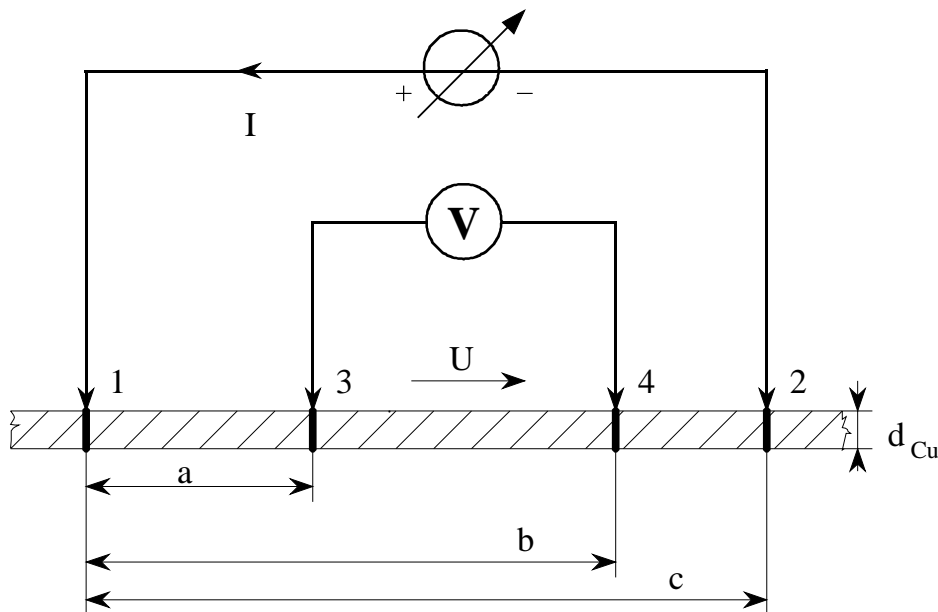

Bild 6
Die in Bild 6 dargestellte Anordnung dient zur Bestimmung der Dicke der Kupferschicht einer Leiterplatte. Ein Strom von  $I > 15 \text{ A}$  wird der Platte über eine Kontaktierung im Punkt 1 zugeführt und über eine weitere Kontaktierung im Punkt 2 wieder entnommen. Ein Voltmeter, das über zwei Prüfspitzen in den Punkten 3 und 4 mit der Leiterplatte verbunden ist, zeigt hierbei eine Spannung im Millivoltbereich an. Der spezifische Widerstand von Kupfer beträgt:  $\rho_{\text{Cu}} = 1,72 \cdot 10^{-8} \Omega\text{m}$ .
- A 4.1.** Leiten Sie die Berechnungsgrundlagen zur Bestimmung der Dicke  $d_{\text{Cu}}$  der Kupferschicht einer Leiterplatte ab (Bild 6)!